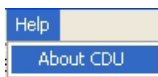

Рисунок 5-13. Help->About
3. Нажмите *Help->About TriVU* (Рисунок 5-13).